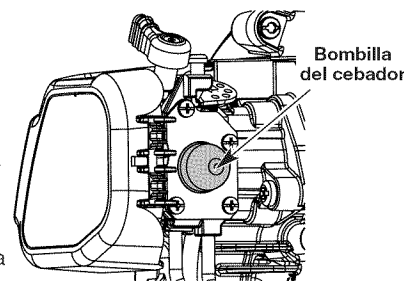

Fig. 14
3. Oprima completamente el cebador y suéltelo 10 veces. Hágalo lentamente. Se deberá ver un poco de combustible en el cebador y en las tuberías de alimentación de combustible (Fig. 14). Si no puede ver el combustible en el cebador, oprímalo y suéltelo tantas veces como sea necesario hasta que vea combustible en el mismo.